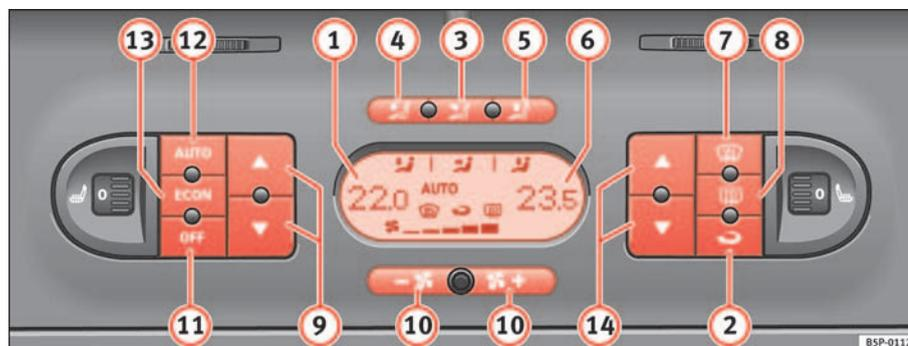

Fig. 127 Sur le tableau de bord : éléments de commande du Climatronic 2 zones
- Appuyez sur l'une des touches ⇒ page 159, fig. 127 ③ à ⑤, sur la touche **ECON** ou appuyez sur les touches de la soufflante ⑩ pour activer le mode manuel. Le symbole **AUTO** disparaîtra alors de l'affichage.
- Appuyez sur la touche  ⇒ page 159, fig. 127  pour activer ou désactiver le mode recyclage de l'air ambiant. Il est activé si vous voyez sur l'affichage le symbole .